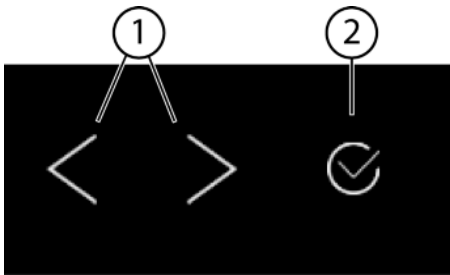
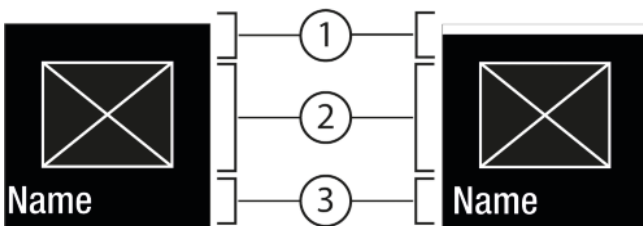
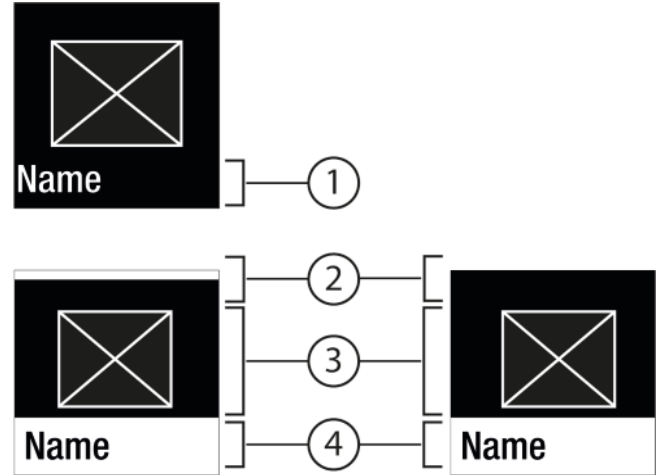

Fig. 5
Fig. 6
Fig. 7
- (1) Săgeată pentru navigare stânga / dreapta (2) Confirmare
Săgeată pentru navigare stânga / dreapta Fig. 5 (1):
Confirmare Fig. 5 (2):
- Navigați cu săgeata pentru navigare stânga / dreapta Fig. 5 (1).
- Cu Confirmare Fig. 5 (2) activați Fig. 6 (1) / dezactivați Fig. 6 (1) funcția / setare.
- Cu Confirmare Fig. 5 (2) apăsați Submeniul Fig. 7 (4).
- Setări valoarea nouă: Cu Confirmare Fig. 5 (2) selectați o valoare dezactivată Fig. 6 (1).
- Înapoi în meniul: Cu Confirmare Fig. 5 (2) selectați valoarea activată Fig. 6 (2) deja.
- ▶ Apăsați săgețile pentru navigare Fig. 5 (1) până când este afișată funcția.
- ▶ Apăsați Confirmare Fig. 5 (2).
- ▶ Apăsați săgețile pentru navigare Fig. 5 (1) până când se afișează funcția.
- ▶ Cu săgețile pentru navigare Fig. 5 (1) selectați valoarea de setare.
- ▷ Starea: activată Fig. 6 (1) apare scurt în submeniu Fig. 7 (4).
- ▶ Apăsați săgețile pentru navigare Fig. 5 (1) până când se afișează setările .
- ▶ Apăsați săgețile pentru navigare Fig. 5 (1) până când se afișează setarea dorită.
- ▶ Apăsați Confirmare Fig. 5 (2) timp de 3 secunde.